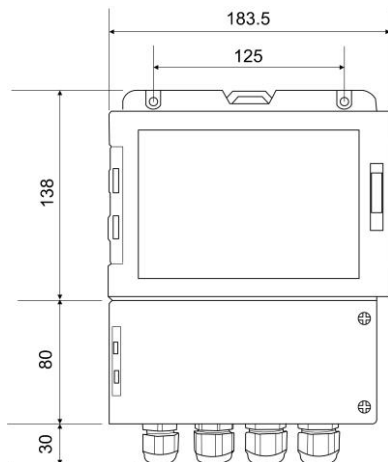

图 2 主机正面外形尺寸
- 21 外型尺寸: 248X183X126mm (如图 2、3、4)